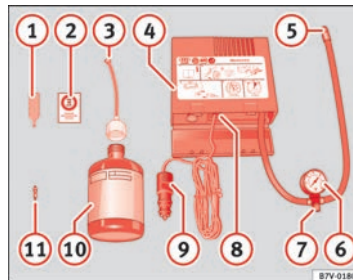

Fig. 168 Representación estándar: contenido del kit antipinchazos.
El kit antipinchazos se encuentra en el compartimento del maletero bajo el revestimiento del suelo. Incluye los siguientes componentes ⇒ fig. 168:
- Desenrosque el obús de válvula del neumático con el correspondiente útil ⇒ fig. 168 1 y colóquelo sobre una superficie limpia.
- Agite enérgicamente la botella de sellante de neumáticos ⇒ fig. 168 10 durante unos segundos.
- Enrosque el tubo de inflado ⇒ fig. 168 3 fijamente en la botella de sellante girándolo en el sentido de las agujas del reloj. El precinto de la boca de la botella se traspasa automáticamente.
- Retire el tapón del tubo de llenado ⇒ fig. 168 3 y enrosque el extremo abierto del tubo en la válvula del neumático.
- Vuelva a enroscar el obús de válvula con el correspondiente útil ⇒ fig. 168 1 en la válvula del neumático.
- Enrosque fijamente el tubo de inflado del neumático ⇒ fig. 168 5 del compresor en la válvula del neumático.
- Compruebe si el tornillo de evacuación de aire ⇒ fig. 168 7 está cerrado.
- Acople el conector ⇒ fig. 168 9 a una toma de corriente de 12 voltios del vehículo ⇒ página 122.
- Conecte el compresor de aire con el conmutador ON/OFF ⇒ fig. 168 8.
Vuelva a enroscar el tubo de inflado ⇒ fig. 168 ⑤ y compruebe la presión en el manómetro ⑥.